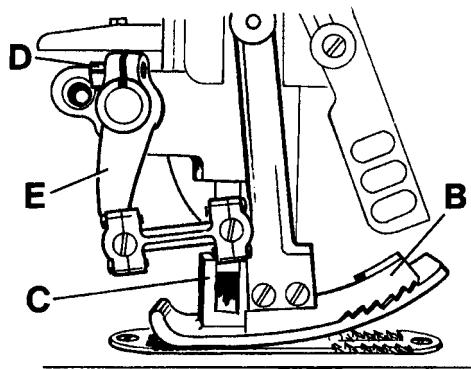
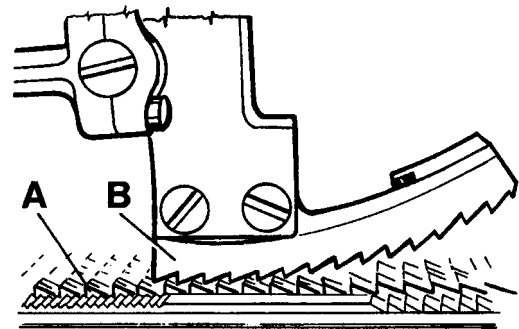

Fig. 17
Fig. 18
Assemble the upper feed dog (B, Fig. 17). The upper feed dog should not push against the front or rear end when moving in the slots of presser foot (C). Simultaneously the upper feed dog (B, Fig. 18) should be positioned so that the tips of its teeth engage with the tooth spaces of the lower feed dog (A), without contacting it. When the lower feed dog (A) is in its highest and the upper feed dog (B) in its lowest point of travel, there must be a small gap between both feed dogs. The feed travel of the upper and the lower feed dog should be synchronous.
For setting the upper feed dog with respect to the slot ends in the presser foot and the tooth spaces of the lower feed dog, loosen screw (D, Fig. 17) and turn drive lever (E) accordingly to the front or rear. Retighten screw (D).
Montieren Sie den Obertransporteur (B, Fig. 17). Der Obertransporteur darf bei seiner Bewegung in den Schlitz im Drückerfuß (C) weder vorne noch hinten anstoßen.
Gleichzeitig muß der Obertransporteur (B, Fig. 18) so positioniert sein, daß die Spitzen seiner Zähne in die Zahnlücken des unteren Transporteurs (A) eingreifen, ohne diesen zu berühren. Wenn der untere Transporteur (A) in der höchsten und der Obertransporteur (B) in der untersten Stellung seiner Bewegung ist, muß zwischen beiden Transporteuren ein Luftspalt sein. Der Transportweg von oberem und unterem Transporteur soll gleich (synchron) sein.
Zum Einstellen des Obertransporteurs im Bezug zu den Schlitzenden im Drückerfuß und zu den Zahnlücken des unteren Transporteurs lösen Sie die Schraube (D, Fig. 17) und schwenken den Antriebshebel (E) entsprechend nach vorne oder hinten. Ziehen Sie Schraube (D) wieder an.
The motion should be set so that the rear four teeth of the upper feed dog (B, Fig. 17) remain approx. 1/3 of their height in the presser foot slots when lifting.
Die Bewegung muß so eingestellt sein, daß die hinteren vier Zähne des Obertransporteurs (B, Fig. 17) beim Abheben noch mit etwa 1/3 ihrer Höhe in den Drückfußschlitzen sind.